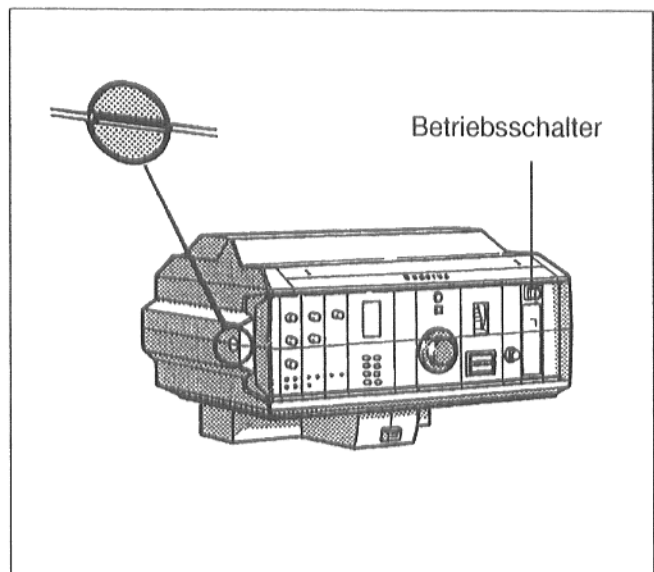

Abb. 56
- Schraubenschlitz der Klarsichtabdeckung des Regelgerätes (Abb. 56) in waagerechte Stellung bringen, z.B. mit einer Münze. Klarsichtabdeckung nach vorne abnehmen.
- Betriebsschalter (Abb. 56) am Regelgerät in die Stellung 0 stellen.